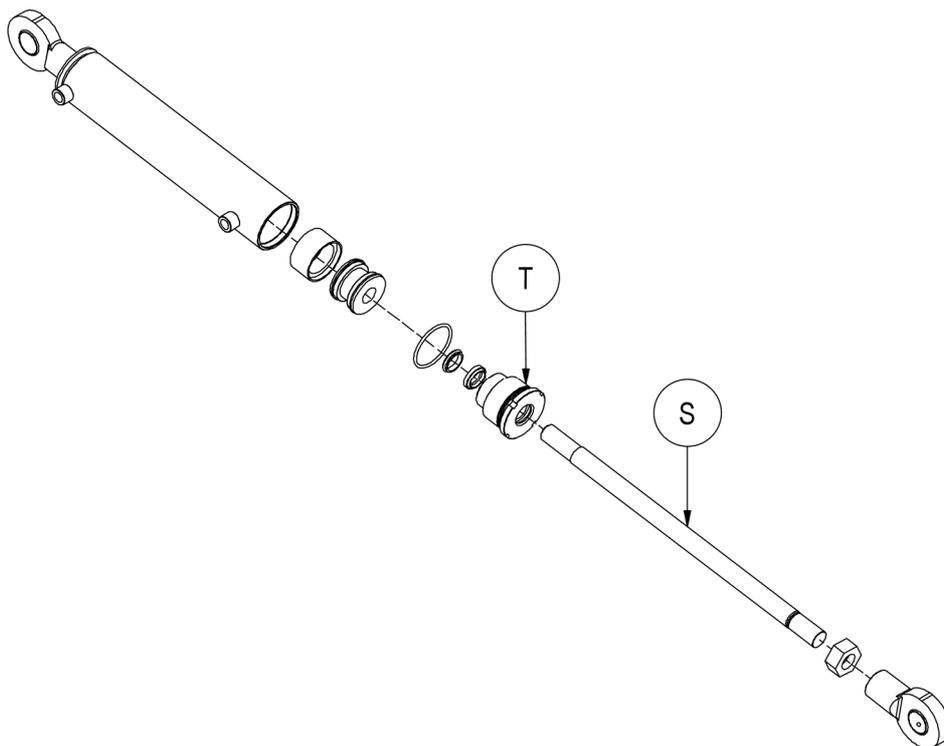

Figure 16
8. Prendre comme référence la *Figure 16*.